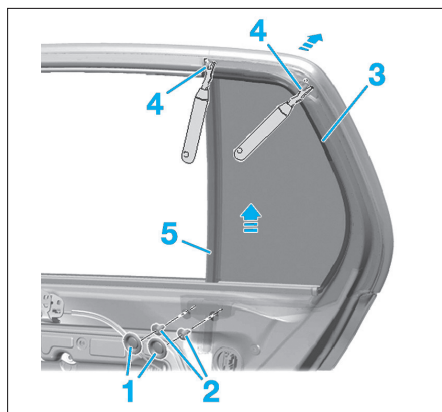

Fig. 71
- les capuchons (1) en faisant levier (Fig.71),
- les vis (2),
- le joint d'étanchéité (3).
- A l'aide d'un extracteur, déposer les deux agrafes (4).